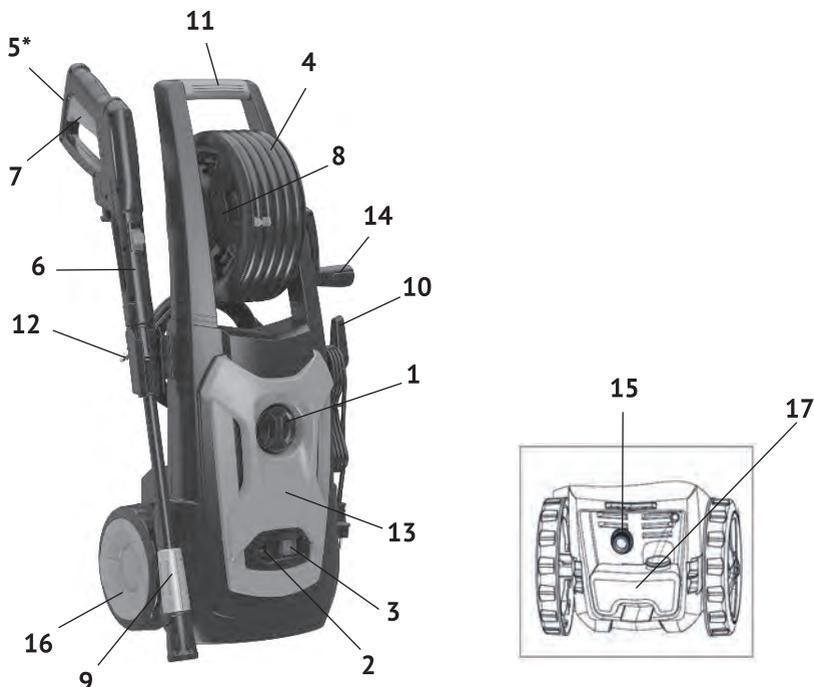

рис.1
4.1 Общий вид мойки представлен на рис. 1:
Электродвигатель с плунжерным насосом расположены в пластиковом корпусе (рис.1 поз.13). Сверху на корпусе закреплена рукоятка (рис.1 поз.11) для транспортировки. На держателе (рис.1 поз.12) крепится пистолет (рис.1 поз.6) с насадкой - распылителем с регулируемой головкой (рис.1 поз.9). Выключатель (рис.1 поз.1), выходной штуцер (рис.1 поз.2) и фиксатор быстросъёмного разъёма шланга высокого давления (рис.1 поз.3) расположены на передней панели
корпуса мойки (рис.1 поз.13). На крюке (рис.1 поз.10) подвешен кабель питания с вилкой. На задней панели корпуса расположено отверстие для входа воды, на которое крепится входной штуцер (рис.1 поз.15) с фильтром. К штуцеру, через переходник (не входит в комплект поставки), подключается шланг подачи воды. В нижней части рукоятки пистолета (рис.1 поз.6) расположена клавиша блокировки курка от случайного включения (рис.1 поз.5) с символами: «замок закрыт» - заблокировано, «замок открыт» - разблокировано. Бачок для моющего средства (рис.1 поз.17) закреплён сзади под входным штуцером. Включение мойки осуществляется нажатием на курок (рис.1 поз.7), после его разблокировки. Мойка снабжена системой тотал – стоп (TSS), то есть, после отпущения курка автоматически отключается двигатель с насосом.
Нажмите пусковой курок пистолета, чтобы выпустить воздух из системы подачи воды. Заблокируйте пусковой курок, переведя клавишу (рис.1 поз.5) в положение «замок закрыт».